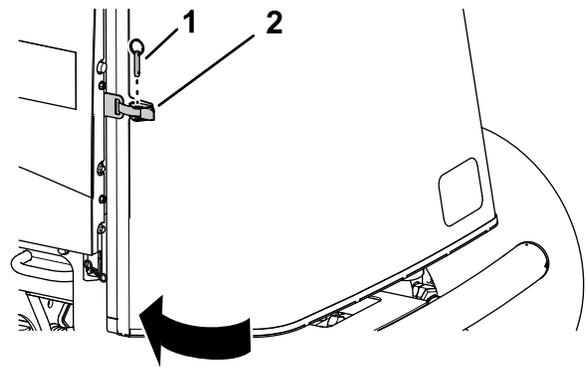

Bild 103
1. Schließen und verriegeln Sie das Gitter (Bild 103).